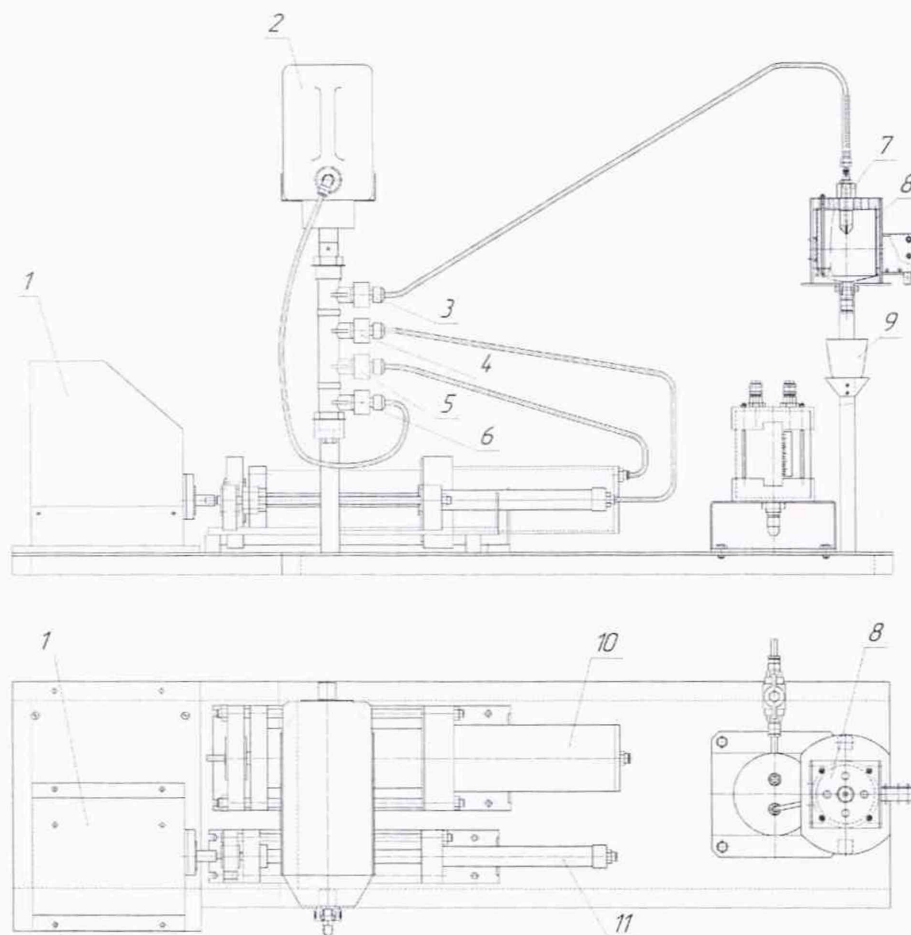
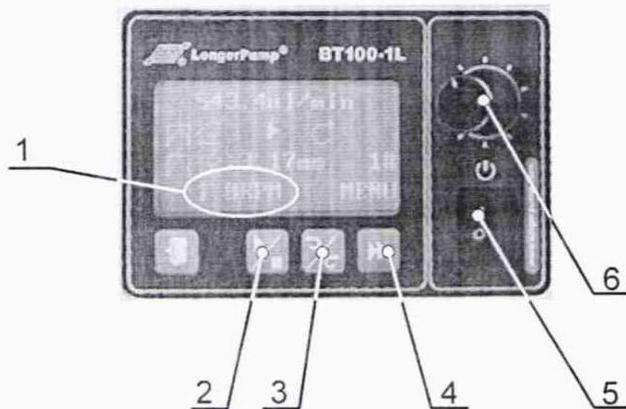
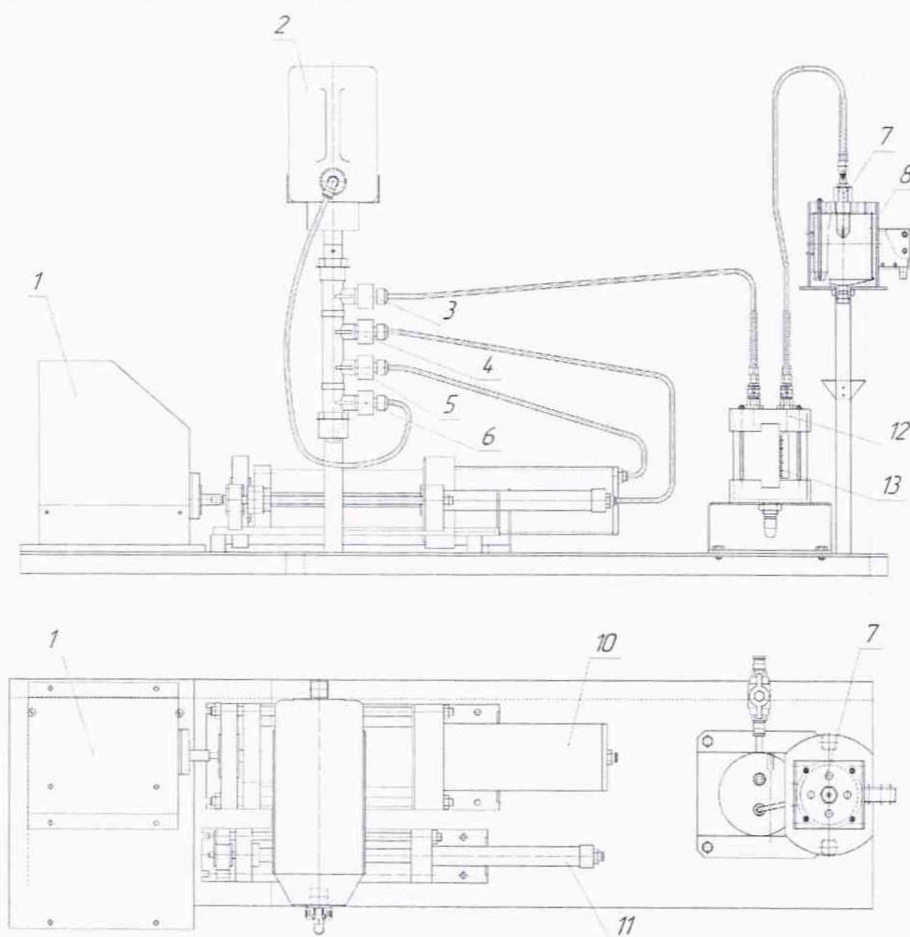
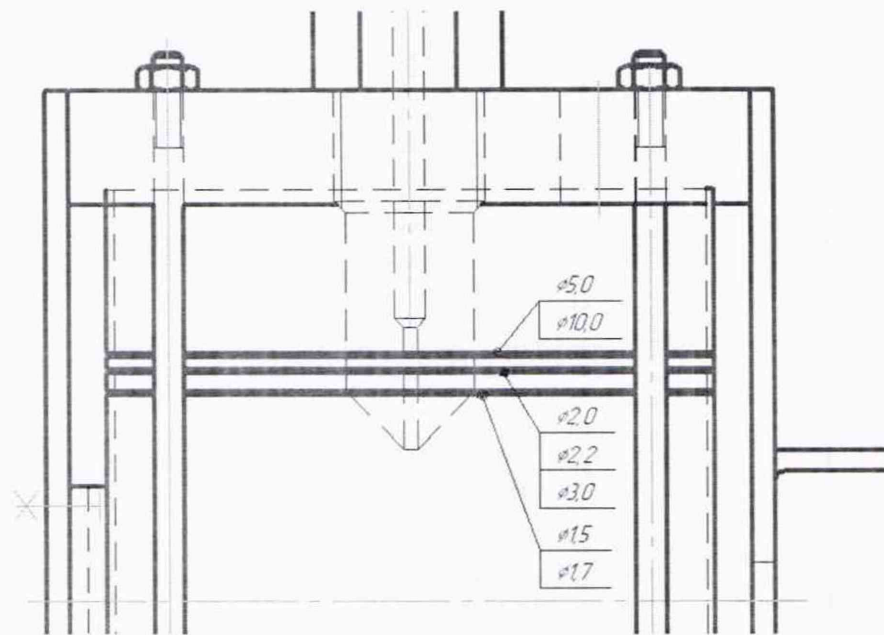

Рисунок 1 – Установка для калибровки капле-пузырьковых датчиков КРС-1.03.00.00.000.
Рисунок 2 – Панель управления приводом задатчика расхода стенда
Рисунок 3 – Установка для калибровки каплебно-пузырьковых датчиков КРС-1.03.00.00.000. Соединение трубопроводов для поверки датчика расхода воздуха
Рисунок 4 – Отметки уровня заполнения датчика расхода воздуха
4.5.1.1 Перед началом проверки установить датчик расхода воды 8 (рис. 1) на подставку установки для калибровки капельно-пузырьковых датчиков КРС-1.03.00.00.000 (далее – задатчик расхода), закрепив его при помощи крепежной гайки. Подключить датчик расхода к системе в соответствии с руководством по эксплуатации. Подключить датчик расхода 8 к задатчику расхода, как показано на рисунке 1. Установить одну из 6-ти насадок (поз. 7 рис. 1) на датчик расхода в соответствии с таблицей 2. Установить привод задатчика расхода 1 для работы с малым цилиндром 11 (см. рисунок 1), который обеспечивает расход в диапазоне от 0 до 25,2 см³/мин.
4.5.1.2 Включить привод задатчика расхода стенда (кнопка 5 рис.2) и далее при помощи кнопок на панели управления привода произвести заполнение рабочей полости цилиндра задатчика расхода водой из емкости 2 и вытеснение воздуха из трубок в следующем порядке:
- закрыть вентили 3 и 5 (рис. 1), открыть вентили 4 и 6 (рис. 1);
- кнопкой 2 (рис. 2) задать направление вращения против часовой стрелки;
- нажать кнопку 4 (рис. 2) и дождаться пока поршень цилиндра достигнет крайнего левого положения согласно рисунку 1, повторным нажатием отключить привод;
- закрыть вентиль 6 (рис. 1), открыть вентиль 3 (рис. 1);
- кнопкой 2 (рис. 2) задать направление вращения по часовой стрелке;
- нажать кнопку 4 (рис. 2) и дождаться стабильной струи воды из отверстия насадки 7 (рис. 1), повторным нажатием отключить привод.
4.5.1.3 Произвести проверку правильности подключения и работоспособности датчика. Для этого необходимо выбрать направление вращения вала привода по часовой стрелке с помощью кнопки 3 (рис. 2), задать скорость вращения, соответствующую заданному соплу ручкой 6 (рис. 2), и включить рабочий ход привода кнопкой 2 (рис. 2). Скорость вращения отображается в поле 1 (рис. 2).
4.5.1.4 Если число миганий не соответствует числу капель, либо индикатор не мигает совсем, необходимо выполнить настройку порога срабатывания датчика следующим образом: перед началом настройки убедиться в отсутствии загрязнений на поверхности прозрачной колбы датчика 8 (рис. 1). Установить подстроечный элемент сенсора на уровень 10-15 %, что соответствует обнаружению таких прозрачных объектов как полиэтиленовая пленка и т. п. Нажать кнопку «Teach» и удерживать ее в течении от 1 до 5 с до тех пор, пока оранжевый индикатор не начнет мигать с низкой частотой. Если оранжевый и зеленый индикаторы мигают одновременно 1 раз – настройка закончена. После этого необходимо повторить проверку правильности подключения и работоспособности датчика по 4.5.1.3.
4.5.2.1 Перед началом проверки установить датчик расхода воздуха 8 (рис. 3) на подставку задатчика расхода, закрепив его при помощи крепежной гайки. Подключить датчик расхода к системе в соответствии с руководством по эксплуатации. Подключить датчик расхода 8 (рис. 3) к задатчику расхода, как показано на рисунке 6. Установить одну из 7-ми насадок (поз.7 рис. 3) на датчик расхода в соответствии с таблицей 3. Установить привод 1 (рис. 3) задатчика расхода для работы с большим цилиндром 10 (рис. 3), который обеспечивает расход в диапазоне от 0 до 400 см³/мин.
4.5.2.2 Заполнить датчик расхода воздуха 8 (рис. 3) водой через заливное отверстие в верхней крышке датчика до необходимой отметки (см. рис. 4). Для упрощения данной процедуры на колбе датчика выполнены 3 кольцевые проточки.
Заполнить вспомогательную емкость 12 (рис. 3) водой до необходимого уровня, соответствующего отметке типа насадки на шкале 13 (рис. 3). Изображение шкалы представлено на рисунке 5.
Включить привод задатчика расхода (кнопка 5 рис. 2) и далее при помощи кнопок на панели управления привода произвести заполнение рабочей полости цилиндра задатчика водой из емкости 2 (рис. 3) в следующем порядке:
- закрыть вентили 3 и 4 (рис. 3), открыть вентили 5 и 6 (рис. 3);
- нажать кнопку 4 (рис. 2) и дождаться пока поршень цилиндра достигнет крайнего левого положения согласно рисунку 3, повторным нажатием отключить привод;
- закрыть вентиль 6 (рис. 3), открыть вентиль 3 (рис. 3);
- кнопкой 2 (рис. 2) задать направление вращения по часовой стрелке.
Для этого необходимо выбрать направление вращения вала привода по часовой стрелке с помощью кнопки 3 (рис. 2), задать скорость вращения, соответствующую заданному соплу ручкой 6 (рис. 2), и включить рабочий ход привода кнопкой 2 (рис. 2). Скорость вращения отображается в поле 1 (рис. 2).